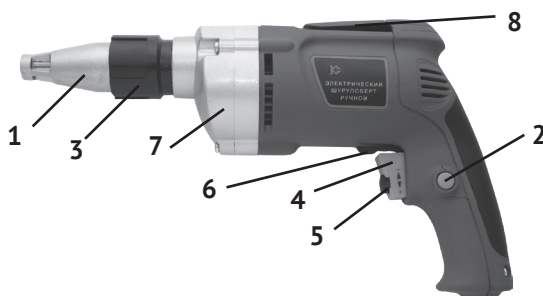

рис. 1
4.1 Общий вид шуруповёрта схематично представлен на рис.1